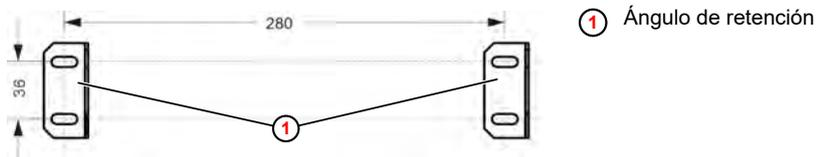

Fig. 7: Preparar el montaje
1. Preparar la fijación como se especifica en Fig. 7 .
2. Montar la escuadra de fijación ① en la pared o lavavajillas.